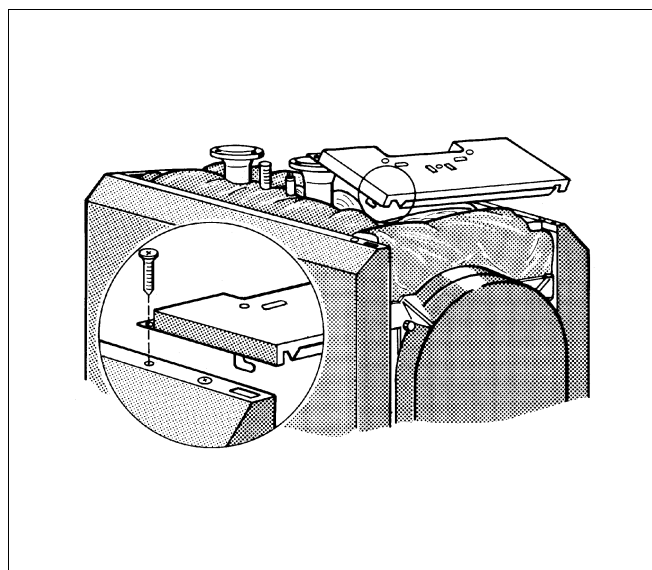

Fig. 15 Montaj carcasă față
- Așezați capacul de sus pe muchiile pereților laterali și împingeți-l în față, până când cele două cârlige din stânga și din dreapta pătrund în fante (fig. 15). Înșurubați capacul de deasupra cu două șuruburi de tablă, în stânga și în dreapta (fig. 15).